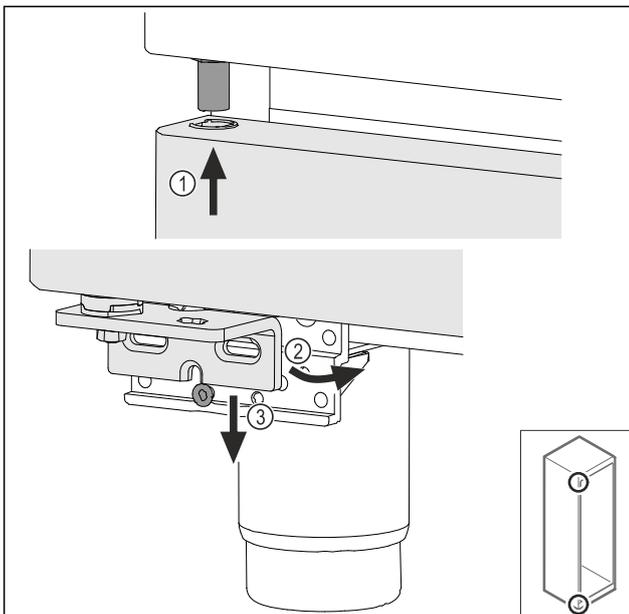

Fig. 74
- Enfiler la porte légèrement inclinée en haut Fig. 74 (1), redresser la porte Fig. 74 (2) et la poser en bas sur la vis du support de palier Fig. 74 (3).